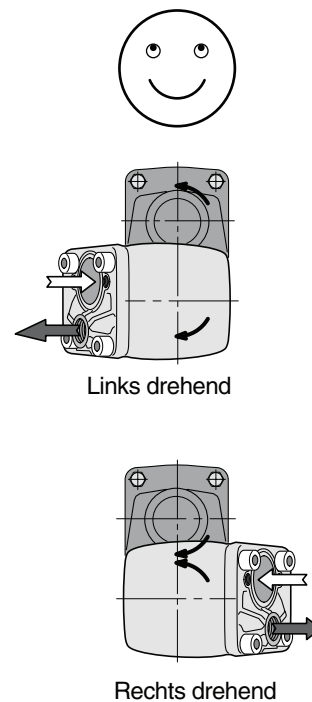

Abb. 3.
- Die längste Lebensdauer erzielt man durch eine Pumpeninstallation wie in Abb. 3 dargestellt.